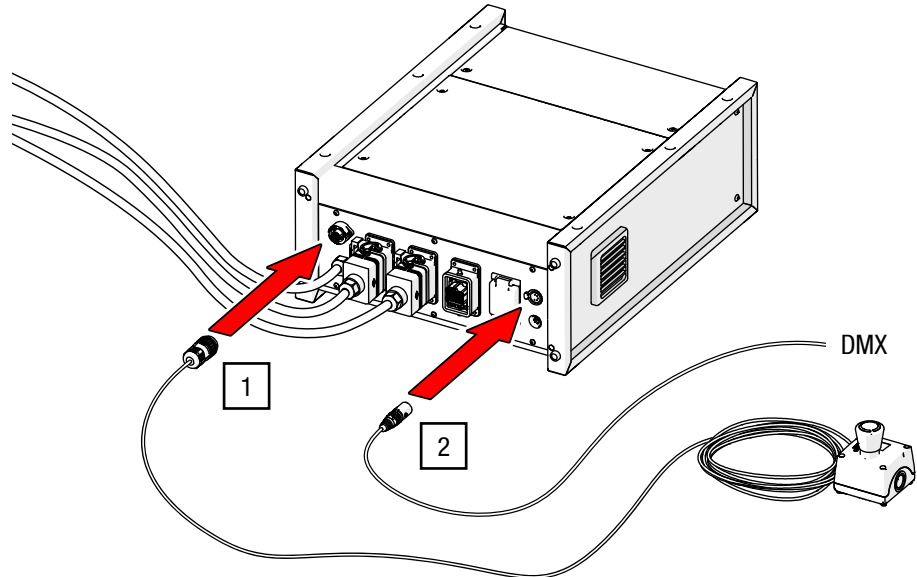

Abb. 25: G-FRAME 54 – DMX anschließen
1. Schließen Sie den Stecker vom Not-Aus-Taster an der Buchse Not-Aus auf der Rückseite der Steuerung an (siehe Abb. 25).
2. Schließen Sie das DMX-Eingangskabel, welches von einem externen DMX-Steuergerät abgeht, mit dem 5-poligen XLR-Stecker an die DMX-IN-Buchse (5/Abb. 6) der Rückseite der Steuerung an (siehe Abb. 25).